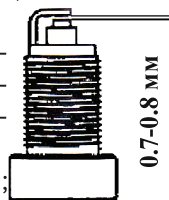

рис. 5
- рекомендуется проверить величину межэлектродного зазора, который должен составлять 0,7-0,8 мм (рис.5). При существенном отклонении величины зазора от указанной, необходимо его отрегулировать (восстановить) или заменить свечу;